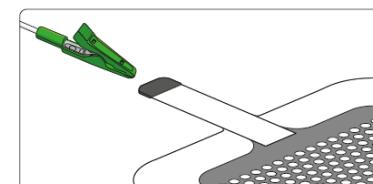

Figure 19. Connectez l'électrode pansement avec le clip
4. Connectez le câble pansement à l'électrode pansement à l'aide du clip, voir Figure 19. Le clip peut être connecté dans n'importe quel sens.